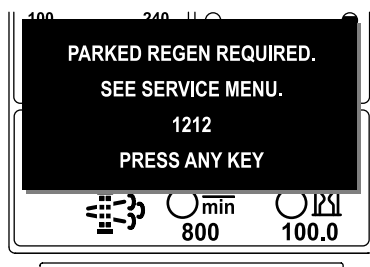

Figure 49
- Régénération en stationnement requise AVIS N° 1212 (Figure 49)